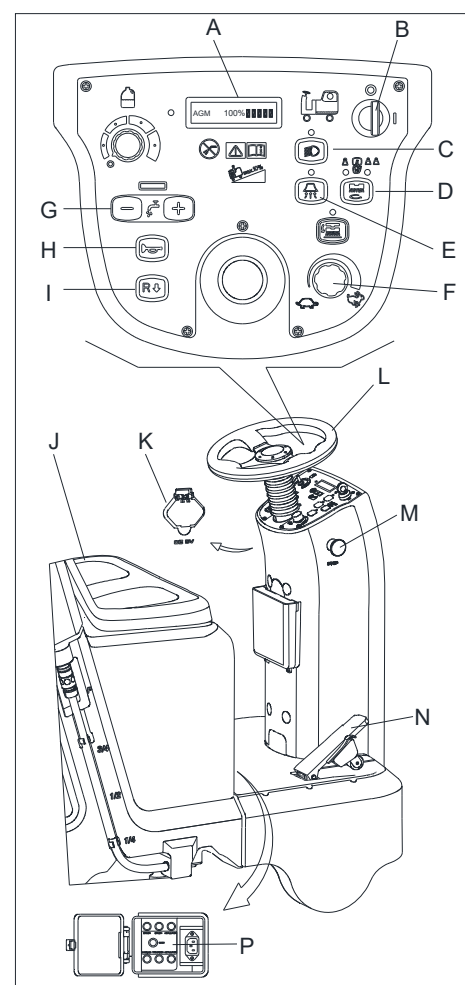

Рисунок 7
2. Сядьте на сиденье (J, Рисунок 7), вставьте ключ зажигания (B) и поверните его в положение "I". Если дисплей (A, Рисунок 7) показывает 100%, значит батарейки полностью заряжены и готовы к использованию. Если дисплей (A, Рисунок 7) показывает 10%, значит перед началом работы необходимо зарядить батарейки. [Для зарядки батареек см. разделы «ТЕХНИЧЕСКОЕ ОБСЛУЖИВАНИЕ»]
3. Нажмите кнопку запуска (D, Рисунок 7), чтобы запустить машину, автоматически опустить на пол резиновый скребок и щетки. Вакуумный двигатель начнет работу.
4. Нажмите педаль движения (N, Рисунок 7), управляйте машиной вперед или назад при помощи рулевого колеса (L, Рисунок 7) вместе с переключателем вперед-назад (I, Рисунок 7), вы можете регулировать скорость с помощью ручки регулировки скорости (F, Рисунок 7).
5. Отрегулируйте поток моющего средства с помощью кнопки регулировки моющего средства (G, Рисунок 7) в соответствии с условиями уборки.
6. Вы можете зарядить свой телефон или планшет через USB порт зарядки (K, Рисунок 7), когда ключ зажигания (A, Рисунок 7) в положении "ВКЛ".
7. Нажмите на кнопку звукового сигнала (H, Рисунок 7), чтобы предупредить людей, когда это необходимо.
8. Если необходимо, нажмите аварийную кнопку (M, Рисунок 7), чтобы остановить машину в чрезвычайной ситуации.
Мотор щетки, вакуумный мотор, мотор двигателя и схема управления находятся под защитой защиты от перегрузки (P, Рисунок 7). При отключении защиты от перегрузки, не включайте ее заново сразу, не обнаружив первопричину, и убедитесь, что двигатель остыл перед повторным включением.
9. Отпустите педаль привода (N, Рисунок 7), машина останавливается.
10. Нажмите кнопку запуска (D, Рисунок 7), чтобы остановить работу щеток и вакуумного двигателя. Щетки и резиновый скребок автоматически поднимутся от пола. Вакуумная система закроется через несколько секунд.